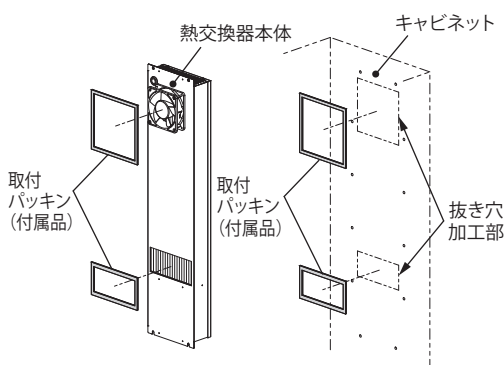

図 2
2. 付属のパッキンを熱交換器本体の裏面、またはキャビネットの抜き穴加工部の内側に貼付けてください。(図 2)
3. 貼付けたパッキンの表面およびフードカバーの吸・排気口パッキンの表面に、付属のシーリング材を塗布してください。(図 2、3)